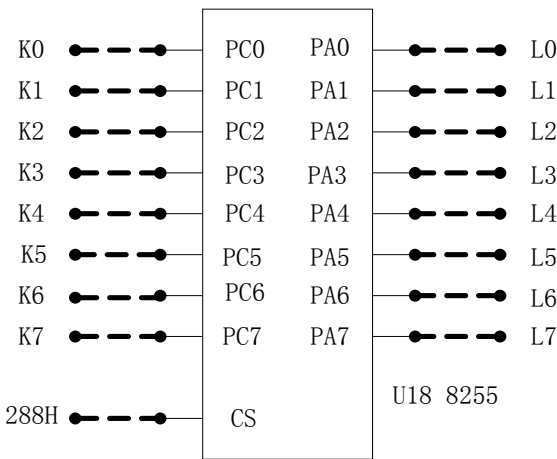

图4-3-1
- 1、实验电路如图4-3-1，8255C口接逻辑电平开关K0~K7，A口接LED显示电路L0~L7。